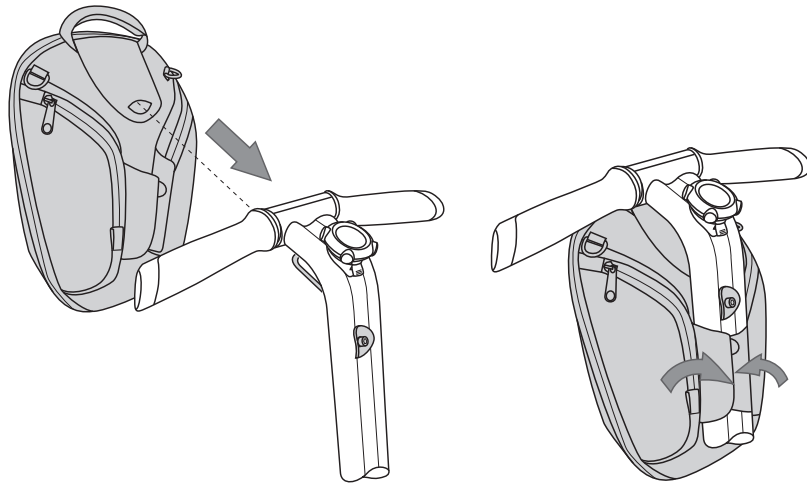

图 2. ハンドルバー バッグの取り付け
6. ハンドルバー バッグをブラケットに滑り込ませます。図 2 を参照してください。
8. タブが LeanSteer フレーム周囲にしっかりとしまっていることを確認します。図 2 を参照してください。